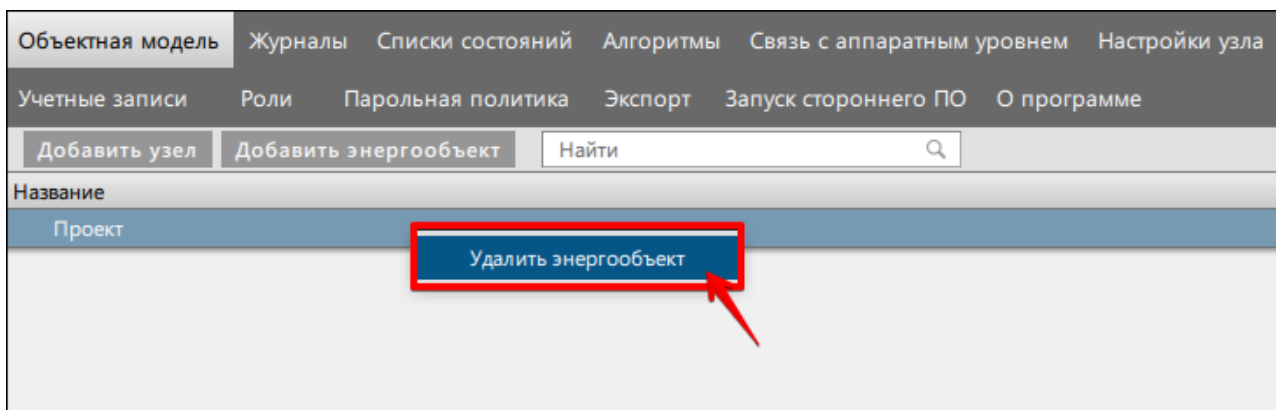

Рисунок 138 - Удалить энергообъект
2. В меню **Объектная модель** нажмите *ПКМ* по проекту и выберите **Удалить энергообъект** (Рисунок 138).